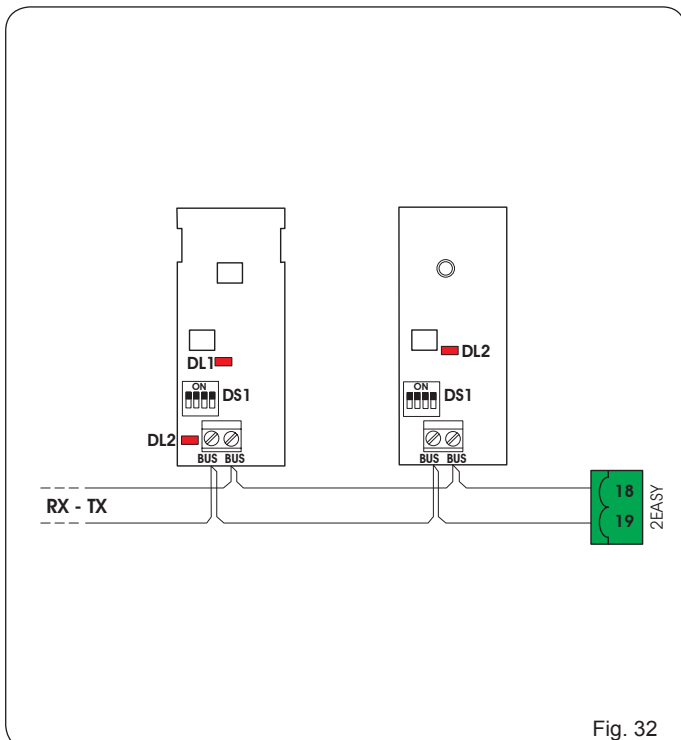
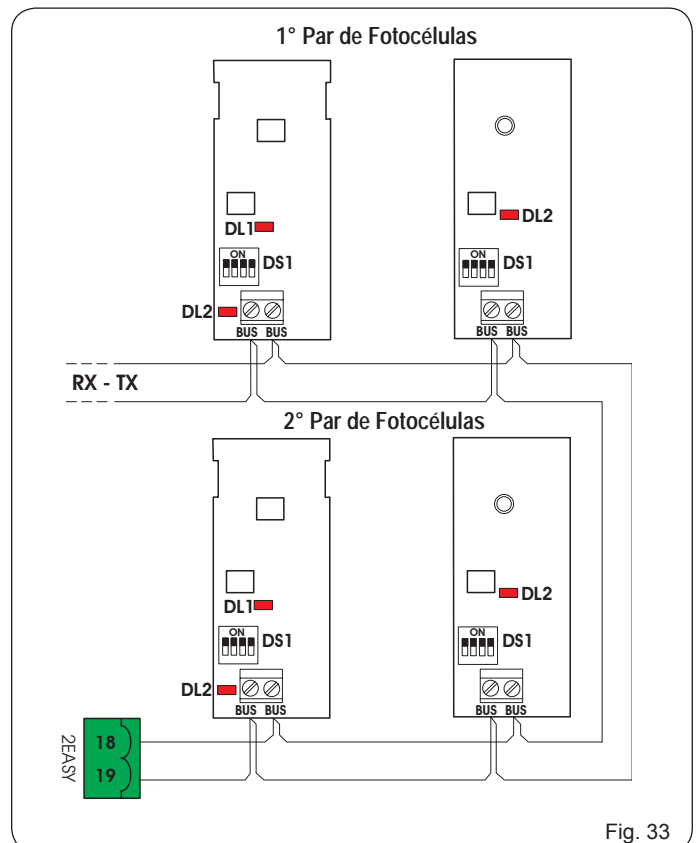

Fig. 32
Fig. 33
**⚠** Si no se conectan los dispositivos de seguridad en cierre, puentee los bornes FSW CL y GND (fig. 32).
**⚠** Si no se conectan dispositivos de stop, puentee los bornes STOP y GND (fig. 32).
**⚠** Si no se conectan los dispositivos de seguridad en apertura, puentee los bornes FSW OP y GND (fig. 32).
Las fotocélulas de tecnología BUS están conectadas a la centralita E850 TODAS EN PARALELO, como se muestra en la Fig. 32 y Fig. 33 por medio de una única línea de alimentación/comunicación.